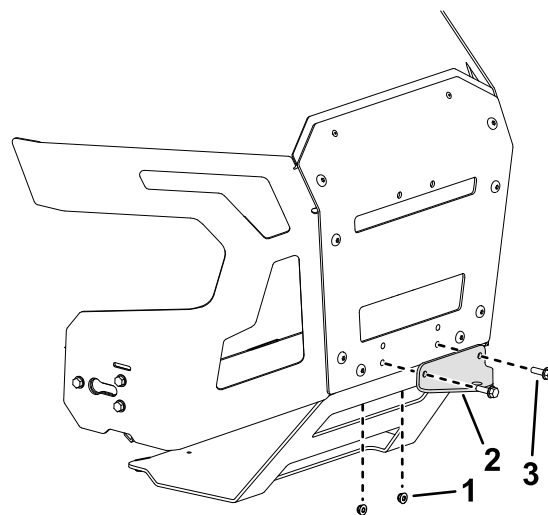

Figura 12
1. Rimuovete i 2 bulloni, i 2 dadi e la staffa di attacco preesistenti dalla parte inferiore della protezione posteriore (Figura 12).